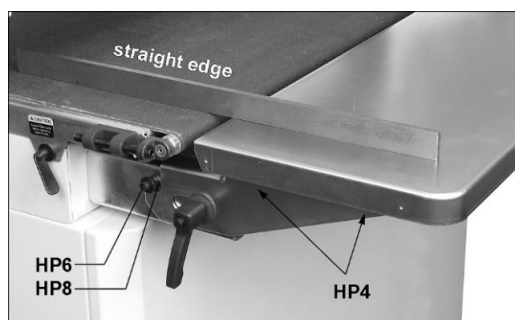

Abb. 6-4: Ausrichten der Verlängerungstische
6. **Hinweis:** Die Verlängerungstische müssen eben oder etwas unterhalb der Vorschubtischoberfläche platziert sein, damit das Schleifgut korrekt abgestützt wird. Zur Positionsüberprüfung ein Messlineal auf das Vorschubband legen und mit der abgesenkten Schleiftrommel festklemmen. Siehe Abb. 6-4. Den Verlängerungstisch anheben, bis sich die Tischoberfläche auf Höhe des Vorschubbandes befindet. Die Schrauben (HP4) festziehen.